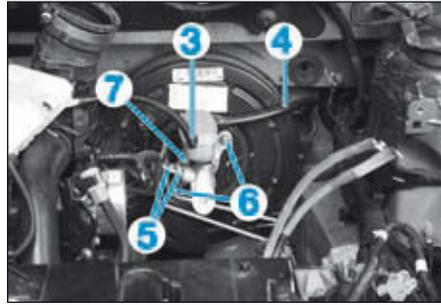

FIG.14
- Débrancher le connecteur du capteur de niveau de liquide (2).
- le raccord du réservoir déporté (3) (Fig.14),
- le tuyau d'alimentation de l'émetteur d'embrayage (4),
- les tuyaux de frein (5).
- les écrous de fixation du maître cylindre (6).
- l'axe de maintien du réservoir principal sur le maître cylindre (7),